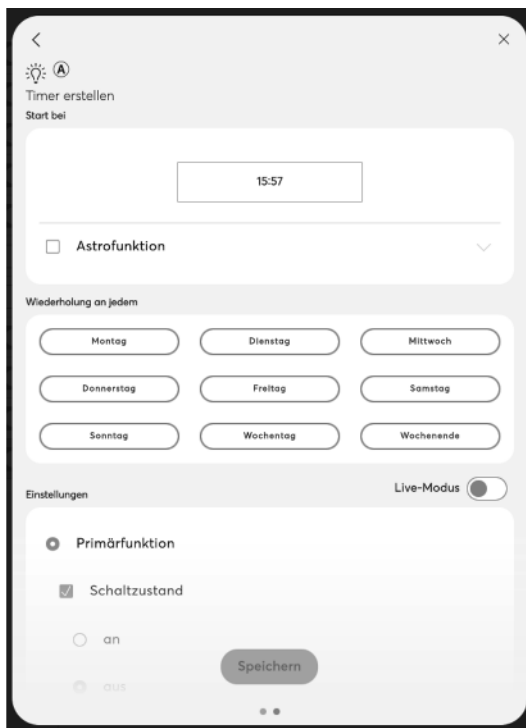

Abb. 40: Timer – Detailansicht
Durch Auswahl eines bestimmten Schaltereignisses wechselt die Ansicht in die Detailansicht (Abb. „Abb. 40“ auf Seite 50). Hier kann die Schaltzeit angepasst werden. Darüber hinaus können die Wochentage definiert werden, an denen das Ereignis wiederholt werden soll. Alternativ kann die Schaltung über die Astrofunktion aktiviert werden.
1. Klicken/Tippen Sie auf ein Gerät oder eine Szene, um die Schaltzeiten für zu definieren, (siehe Abb. „Abb. 40“ auf Seite 50).